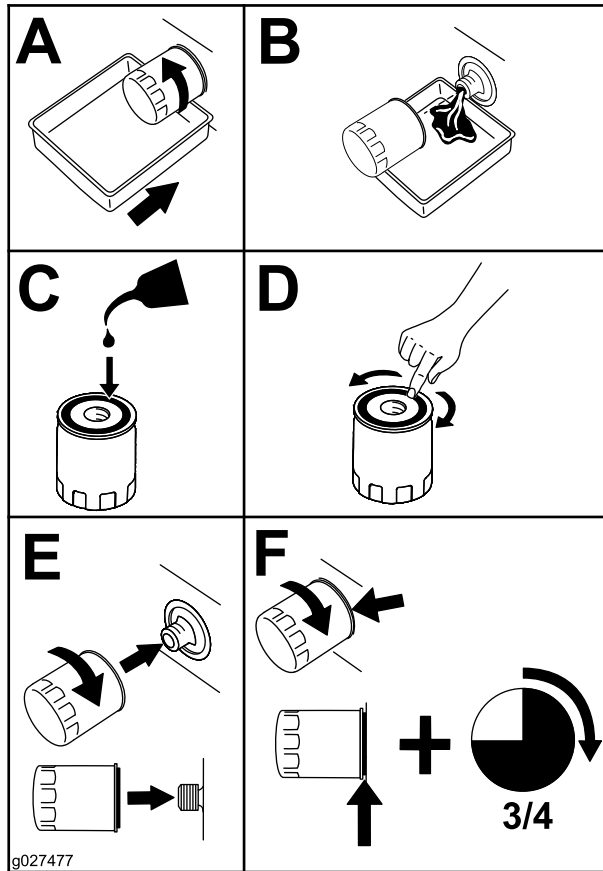

Figura 34
2. Sustituya el filtro de aceite del motor (Figura 34).